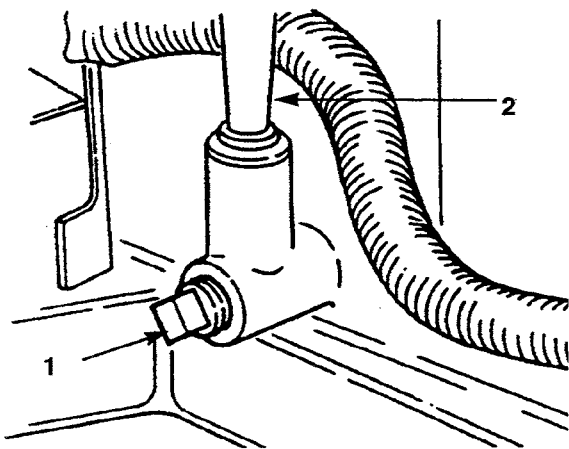

Figure 18
4. Placer un récipient sous le tube de la jauge/de remplissage et déposer le bouchon de vidange (Fig. 18).